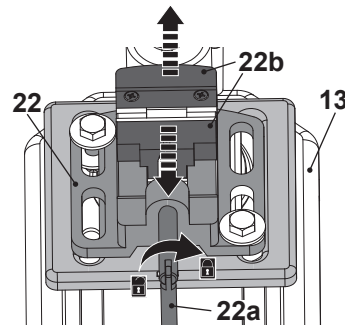

Fig. 16
1. Rode a alavanca de fixação (22a) no sentido anti horário para soltar as garras (22b) (Fig. 16).
2. Coloque a peça de trabalho entre as garras (22b) do torno (22).